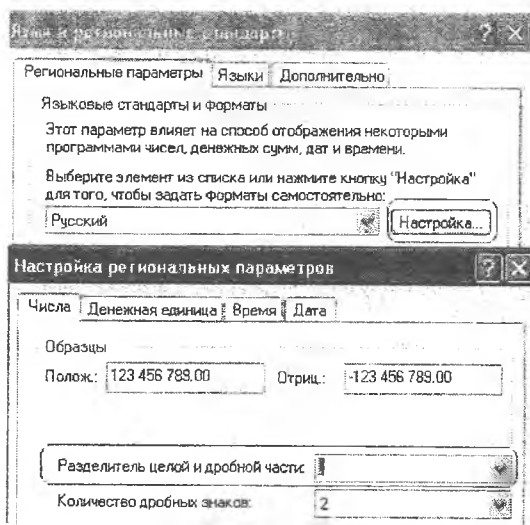

Рис. 22. Настройки компьютера
- Выполните на Вашем компьютере следующие настройки: *Пуск -> Панель управления -> Язык и региональные стандарты -> Настройка -> в поле "Разделитель целой и дробной части" установите точку* (рис. 22).